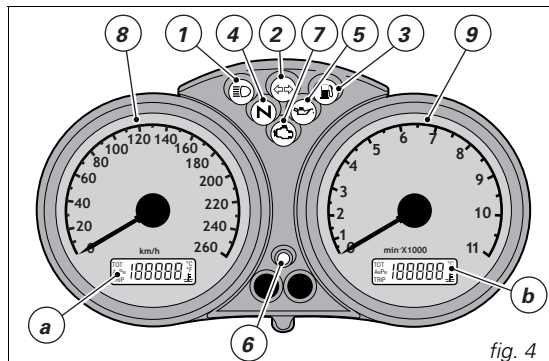

fig. 4
Cruscotto (fig. 4)
La seguente procedura offre quindi la possibilità all'utente, in caso di problemi al sistema immobilizer, di disabilitare la funzione "blocco motore" rappresentata dall'accensione simultanea della spia giallo ambra EOBd (7, fig. 4). L'operazione è possibile solo conoscendo il codice elettronico (electronic code) riportato sulla code card.
La spia EOBD (7, fig. 4) si spegne dopo un tempo prestabilito di 8 secondi.
4) Contare un numero di lampeggi della spia EOBD (7, fig. 4) pari alla prima cifra del codice segreto.
1) Se il codice viene riconosciuto, la spia (6, fig. 4), posta sul quadro strumenti, emette un breve lampeggio; il sistema di protezione ha riconosciuto il codice della chiave e disattiva il blocco motore. Premendo il pulsante START (3, fig. 14.1), il motore si avvia;
2) Se la spia (6, fig. 4) o la spia EOBD (7, fig. 4) rimangono accese, il codice non è stato riconosciuto. In questo caso si consiglia di riportare la chiave in posizione OFF e poi di nuovo in ON, se il blocco persiste, riprovare con l'altra chiave in dotazione di colore nero.
3) Se la spia (6, fig. 4) rimane lampeggiante significa che una segnalazione del sistema immobilizer è stata ripristinata (ad esempio con la procedura di sblocco tramite manopola). Ruotando la chiave in posizione OFF e nuovamente su ON la spia immobilizer dovrebbe riprendere il suo normale funzionamento (vedi punto 1).